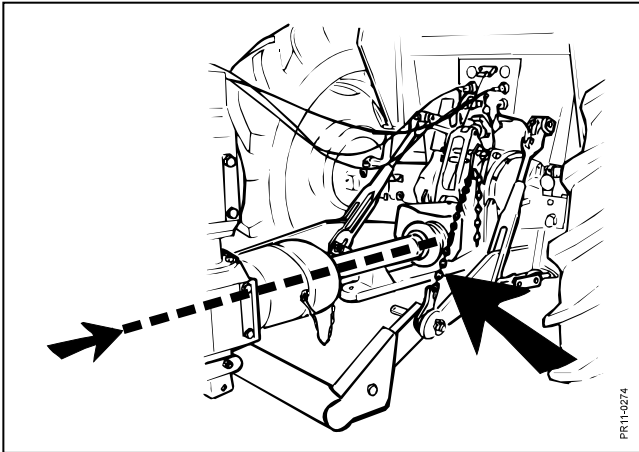

Fig. 2-1
- Fig. 2-1** Die GMS/GCS Maschinen werden an die Unterlenker mit Zapfen für Kat. II angebaut. Für Kat. III sind Buchsen lieferbar.